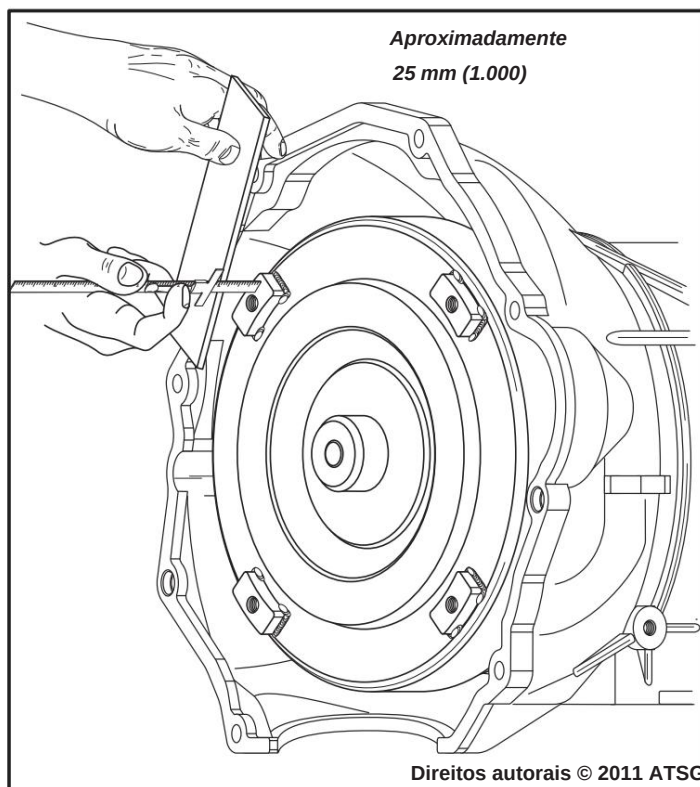

Figura 171
61. Verifique com régua e escala, conforme mostrado na Figura 171, se a face dos terminais do conversor deve estar a pelo menos 25 mm (1,000") da face da caixa.